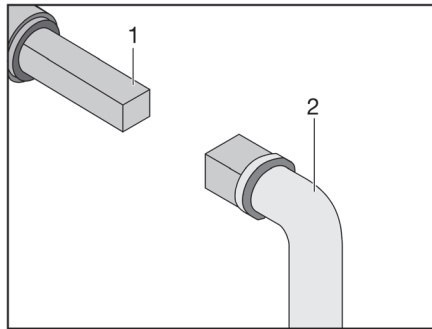

Bild 244 Bedienung Abwasserhahn
- Schlüssel (Bild 244,2) auf Vierkant (Bild 244,1) stecken.